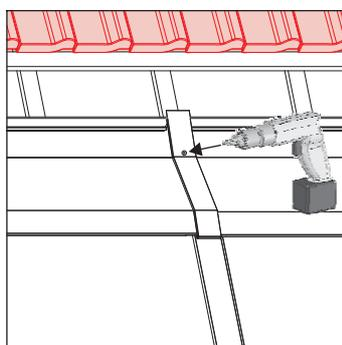

Fig. 3-55 Étape 14
14. Visser la tôle de protection avec la vis en fer blanc (compris dans la livraison) sur le liteau support supérieur (fig. 3-55).